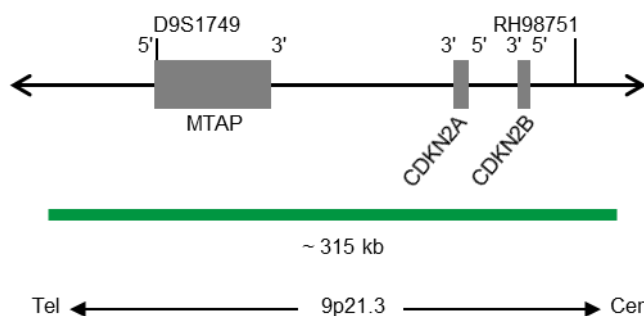

Fig. 1. SPEC CDKN2A Mapa de la sonda (no está a escala)
- Polinucleótidos marcados en verde (excitación a 503 nm/emisión a 528 nm) ZyGreen (~10,0 ng/μl), dirigidos a secuencias localizadas en 9p21.3\* (chr9:21,742,629-22,056,853) que albergan la región del gen CDKN2A (ver Fig. 1).